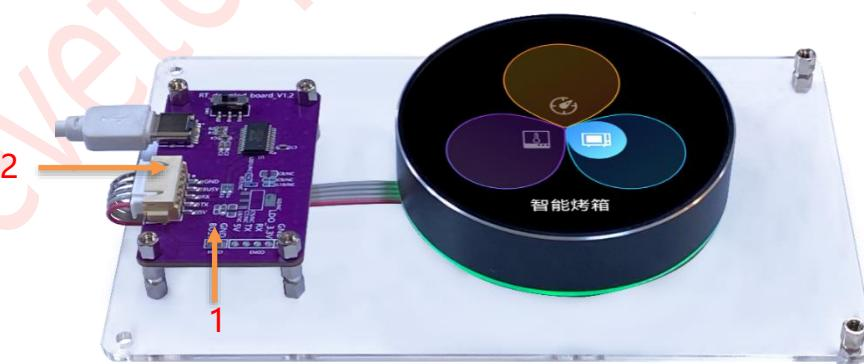

图 2-8：LT168B 接线示意图
1、接线说明，如前面图 2-8 所示，进行烧录前，先将标注 1 处的 BUSY 引脚和 GND 短接，然后通过标注 2 处 USB 口连接电脑供电和通信。